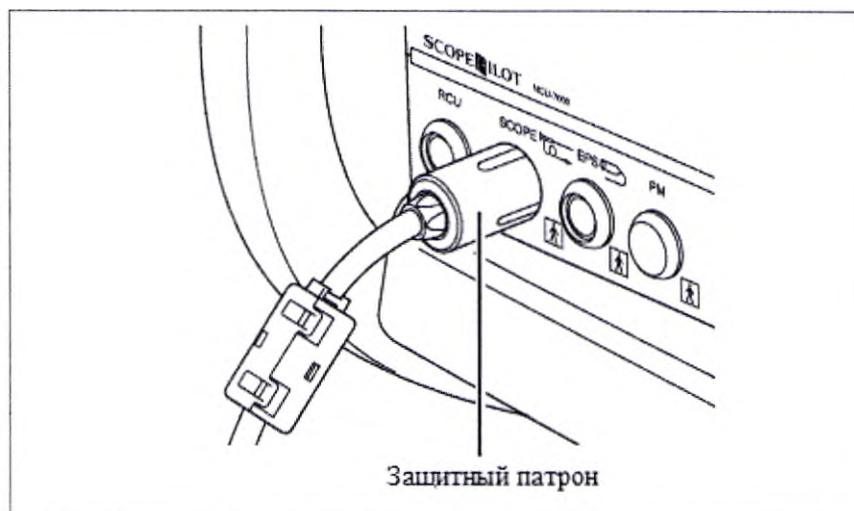

Рисунок 3.10
3. Присоедините защитный патрон к разъему SCOPE (см. рисунок 3.10).